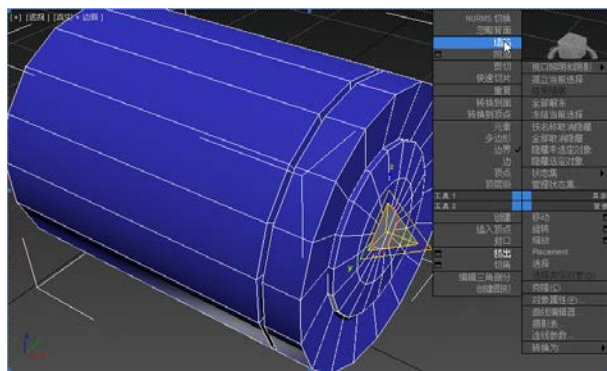

图 3-1-14 塌陷边界
STEP 14 右击多边形，在弹出的快捷菜单中执行【塌陷】命令，如图 3-1-14 所示。